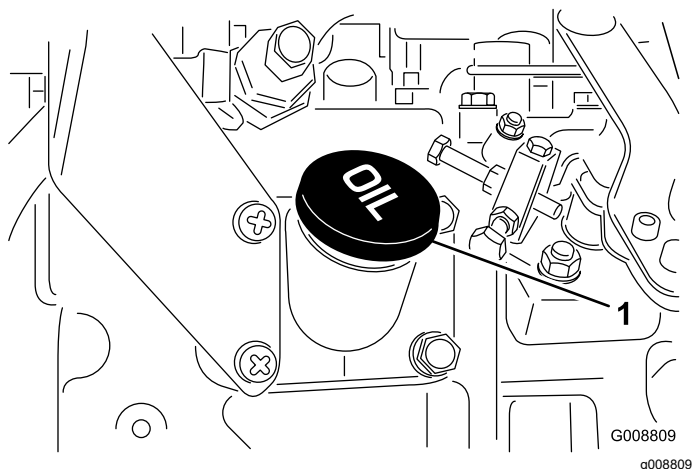

Figure 36
4. Si le niveau d'huile ne se situe pas dans la plage de sécurité, enlevez le bouchon de remplissage (Figure 36) et faites l'appoint jusqu'à ce que le niveau correct soit atteint.